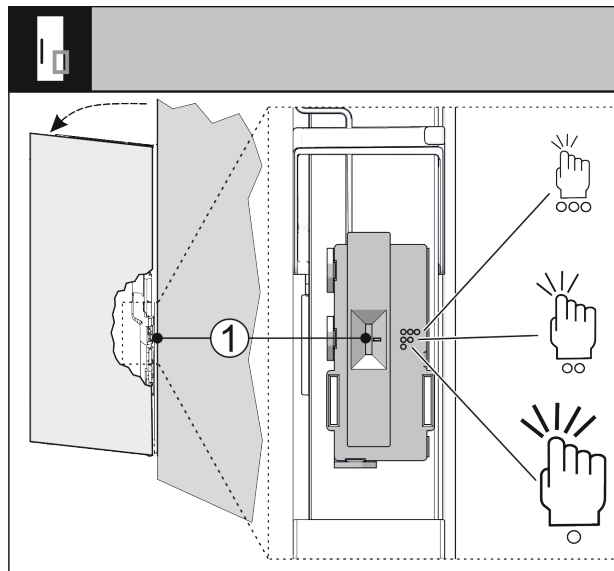

Fig. 71
Citlivosť snímača klopania môžete nastaviť pomocou spínača Fig. 71 (1). Spínač je na strane závesu v spodnej tretine dveri.
- ▶ Posuňte spínač Fig. 71 (1) do požadovanej polohy spínača.